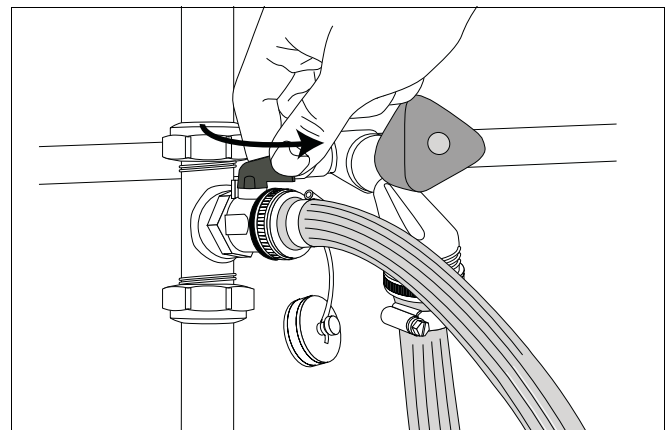

fig. 30 Openen vul- en aftapkraan
- Draai de vul- en aftapkraan volledig open (→ fig. 30).